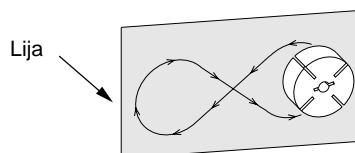

Figura 22 - Cómo lijar el rotor
15. Coloque un pedazo de lija muy fina (de grano 600) en una superficie plana. Lije el rotor ligeramente haciendo movimientos en “forma de 8” cuatro veces (consulte la figura 22).